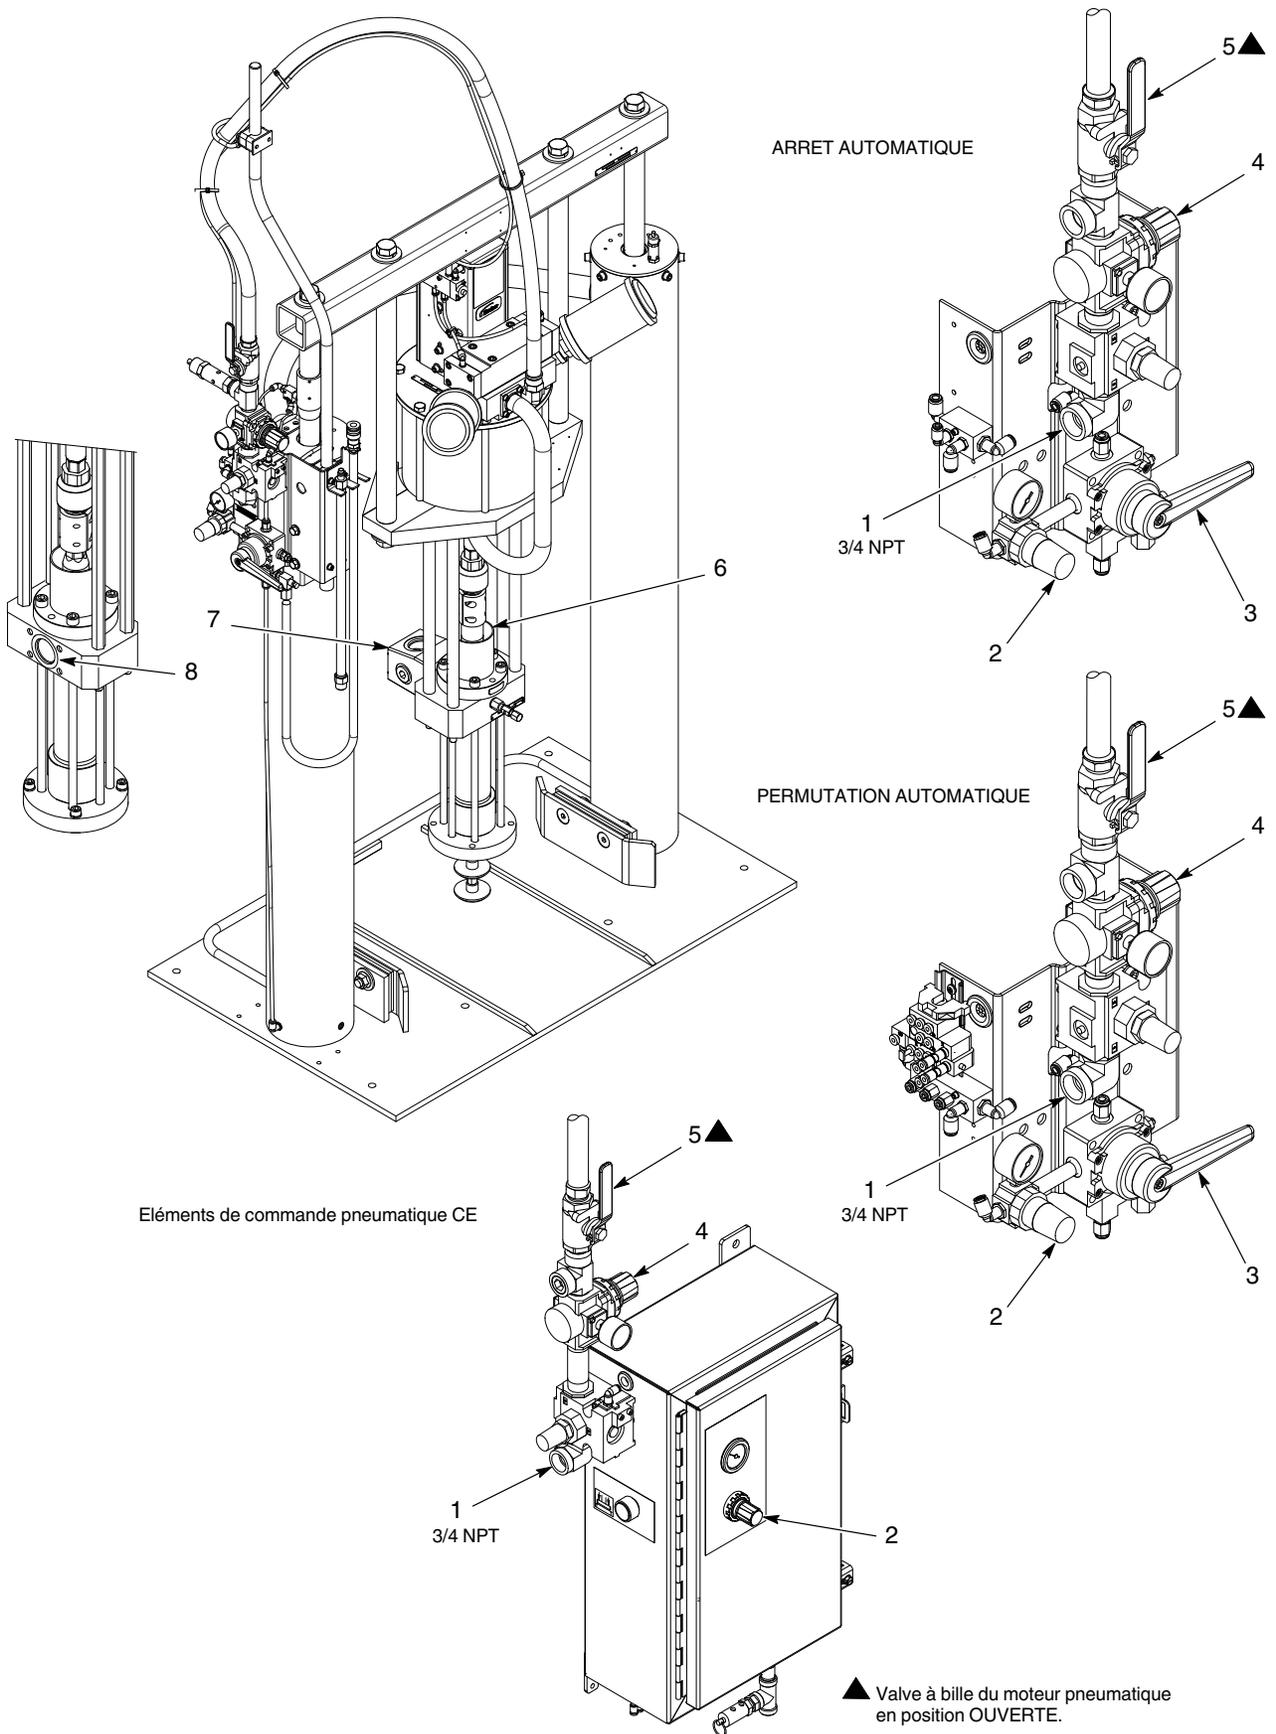

Figure 5 Installation (vide-fût 55 gallons représenté (210 l). Le vide-fût est similaire.)
1. Voir la figure 5. Retirer le vide-fût de la caisse et de la palette. Effectuer les opérations suivantes :
3. Régler le régulateur de l'élévateur (2) et le régulateur du moteur pneumatique (4) sur 0 psi/bar. S'assurer que le sélecteur de commande de l'élévateur (3) se trouve bien en position NEUTRAL (Neutre) et que la vanne à bille du moteur pneumatique (5) soit bien fermée.
4. Raccorder la conduite d'alimentation en air principale à l'orifice d'alimentation pneumatique (1).
5. Connecter le tuyau d'alimentation en matière, soit à l'orifice de sortie de matière (8), soit à l'orifice du clapet anti-retour à bille optionnel (7).
6. Verser le liquide pour chambre à solvant dans la chambre à solvant (6) jusqu'à ce que son niveau soit à 1,5 pouces (38 mm) du rebord de la chambre à solvant. Se reporter au manuel de la pompe pour connaître le type de liquide adapté à la chambre à solvant ainsi que la référence de la pièce.